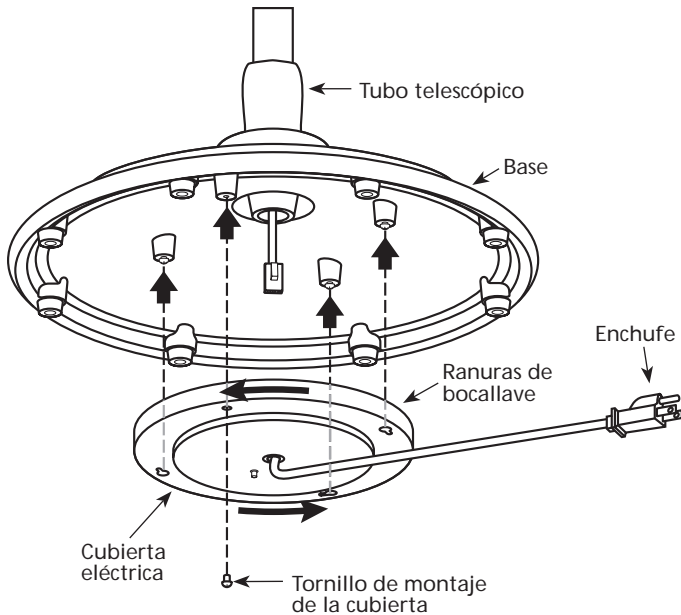

FIGURA 2
9. Retire uno de los cuatro tornillos de montaje de la cubierta de la parte inferior de la base y afloje los tres tornillos restantes. Vea la Figura 2.
11. Coloque la cubierta eléctrica contra la parte inferior de la base y alinee las ranuras de bocallave en la cubierta eléctrica con los tres tornillos de montaje aflojados en la cubierta de la base. Gire la cubierta eléctrica en sentido antihorario. Vea la Figura 2.